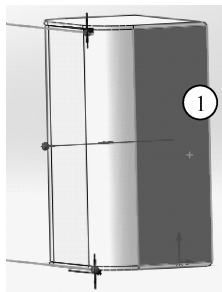
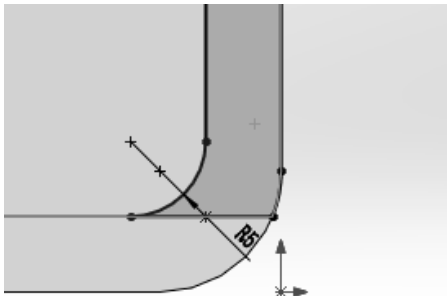

图 7-95 选择面①
图 7-96 草图 3
(11) 选择图 7-95 所示的面①, 单击草图绘制 , 绘制草图 3, 如图 7-96 和图 7-97 所示, 其中会用到转换引用实体等命令。绘制完草图 3 之后单击拉伸凸台/基体 , 设置界面如图 7-98 所示, 结果如图 7-99 所示。依次类推, 另外一边也如此进行。